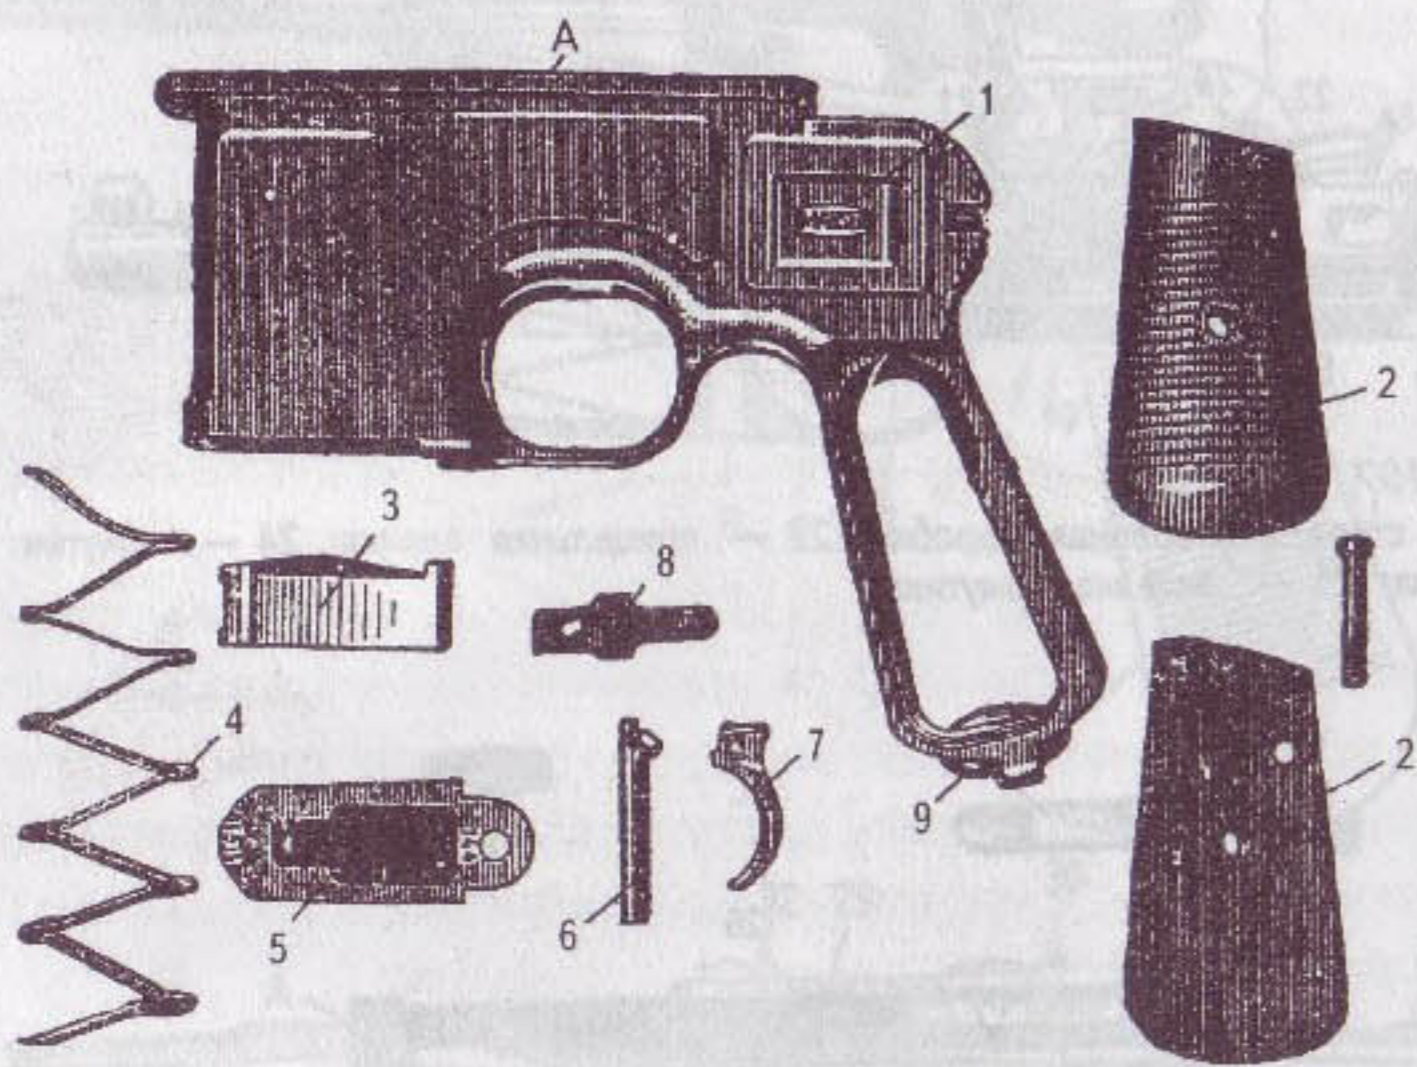
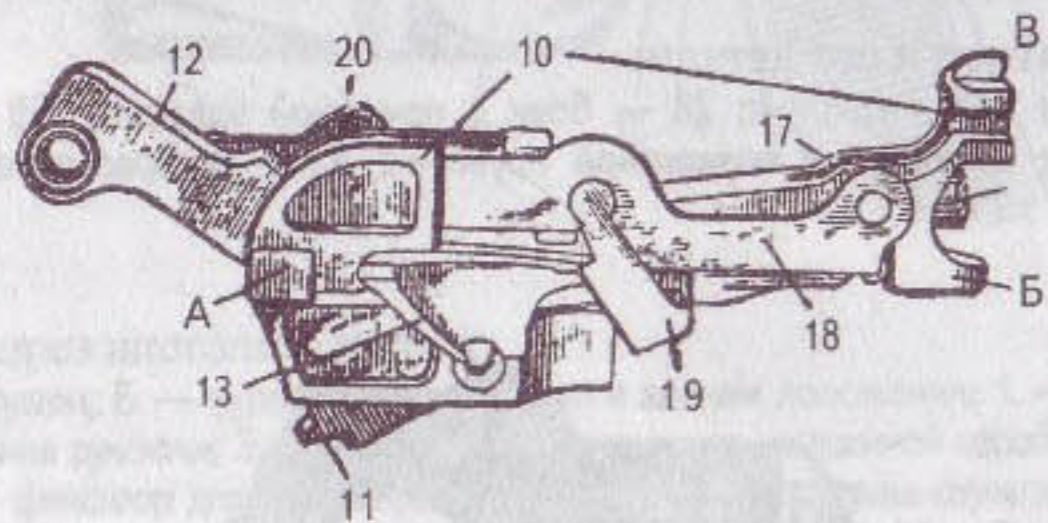

Рис. 110. Рамка пистолета:
Рис. 111. Вкладыш рамки:
- ♦ рамки (корпуса), которая служит для соединения всех деталей пистолета в одно целое (рис. 110);
- ♦ вкладыша рамки, где крепятся детали ударно-спускового, разобщающего и запирающего механизмов (рис. 111, 112).
*Рамка (корпус) пистолета* представляет собой сложную фрезерованную деталь (см. рис. 110). В верхней части основания рамки выфрезерованы длинные внутренние пазы для движения по ним ствольной коробки при выстреле и зарядании оружия. На внутренних поверхностях полости основания рамки выполнены фрезерованные пазы, зубья и выступы для помещения и закрепления *вкладыша рамки* с его деталями (см. рис. 111, 112).
ющей рукоятку, винтом крепятся деревянные щечки, придающие рукоятке объем и «ухватистость». В передней части основания рамки (в магазинной коробке) крепятся детали магазина (см. рис. 110) — пружина, подаватель, дно магазинной коробки с фиксатором.
Это очень важная часть, обслуживающая автоматику оружия (см. рис. 111, 112). Внутри вкладыша и на вкладыше монтируются:
Верхний выступ профильного загиба вкладыша (*В* на рис. 111) является отражателем стреляной гильзы.
Спусковой механизм прост. Он состоит из спускового крючка (7 на рис. 110), воздействующего на передаточный рычаг (19), шарнирно соединенный со спусковым рычагом (18) (см. рис. 111, 112). При нажатии на спусковой крючок он поднимает вверх передаточный рычаг, который, в свою очередь, поднимает спусковой рычаг, освобождая курок при подъеме вверх. Передаточный рычаг постоянно подпружинен пружиной оси курка (13). Чтобы при выстреле пистолет не стрелял очередями, передаточный рычаг разобщается от спускового крючка выступом (Д) направляющего стержня боевой пружины при его движении назад вследствие движения в том же направлении подвижных частей оружия.